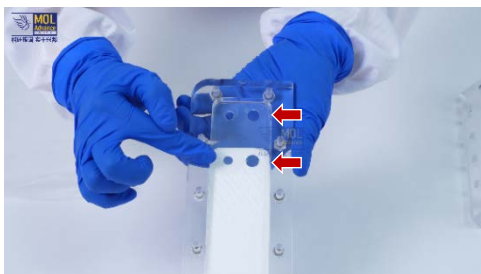

图3 膜片单元安装示意图
2. 注意在放置膜片单元时，其上下两侧都要放置硅胶密封片，且放置时，膜片单元的大孔与硅胶密封片的大孔对齐，小孔与小孔对齐（如图3所示）。